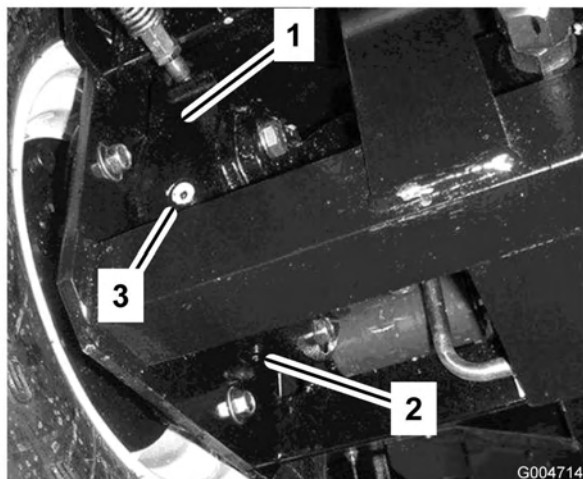

Figura 58
4. Coloque un recipiente debajo del alojamiento del freno en el otro lado de la rueda (Figura 58).